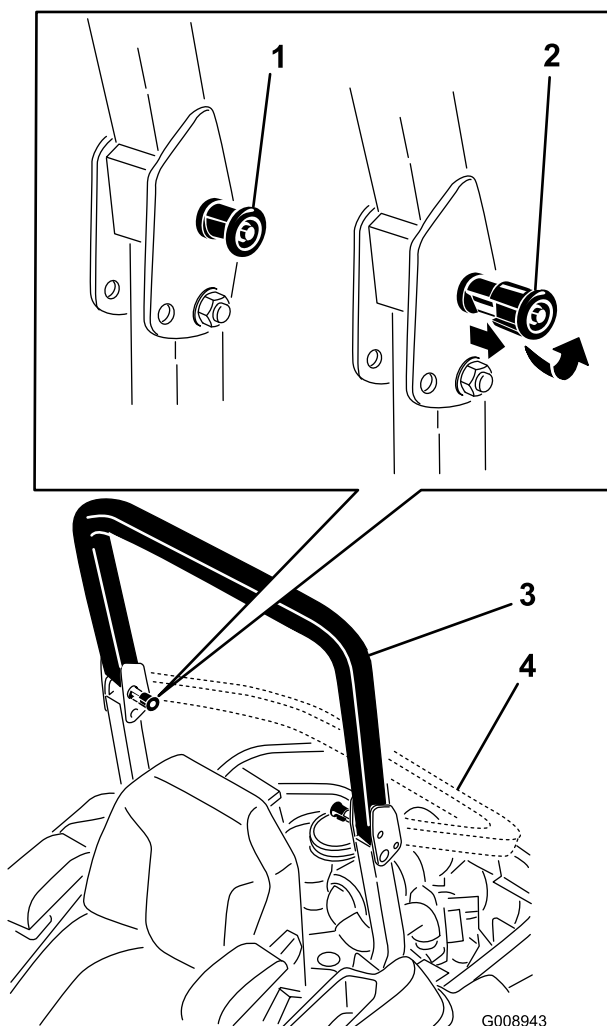

Figura 8
2. Puxe ambos os manípulos para fora e rode-os 90 graus para que não fiquem engatados (Figura 8).
3. Baixe por completo a barra de segurança (Figura 8).
4. Para levantar a barra de segurança, levante a barra para a posição de funcionamento, rode os manipuladores para que se movam parcialmente para as ranhuras (Figura 8).
5. Levante a barra de segurança para a posição vertical enquanto empurra a barra de segurança superior; os pinos encaixam na posição quando estiverem alinhados com os orifícios (Figura 8).